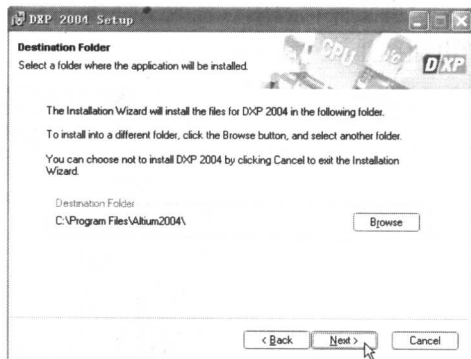

图 1-8 安装向导第 4 步
► 步骤 10: 在该对话框中输入用户的相关信息, 并单击 **Next >** 按钮, 进入下一步的安装, 此时系统将弹出如图 1-8 所示的对话框。